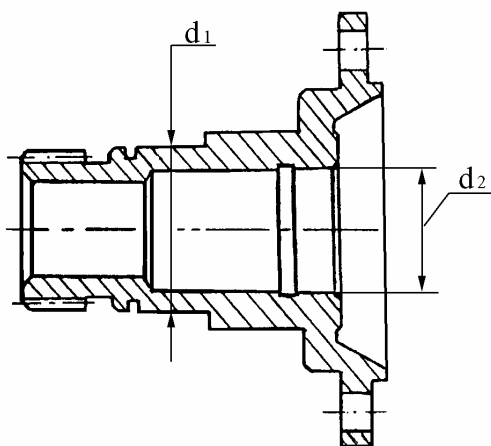

Рис.30. Корпус дифференциала передний.
4.12 КОРПУС ДИФФЕРЕНЦИАЛА ПЕРЕДНИЙ 2121-1802162 (рис.30).